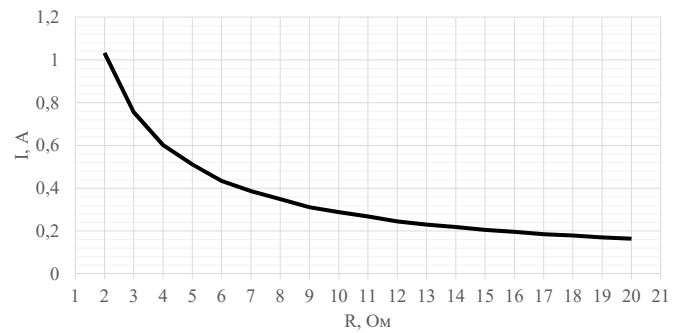

Рис. 2 – Зависимость среднего тока пускового импульса от сопротивления пусковой цепи
3.3 Сила тока в пусковом импульсе: определяется из графика на рис. 2 в зависимости от сопротивления пусковой цепи (реальные значения – не хуже указанных во всем диапазоне рабочих температур).